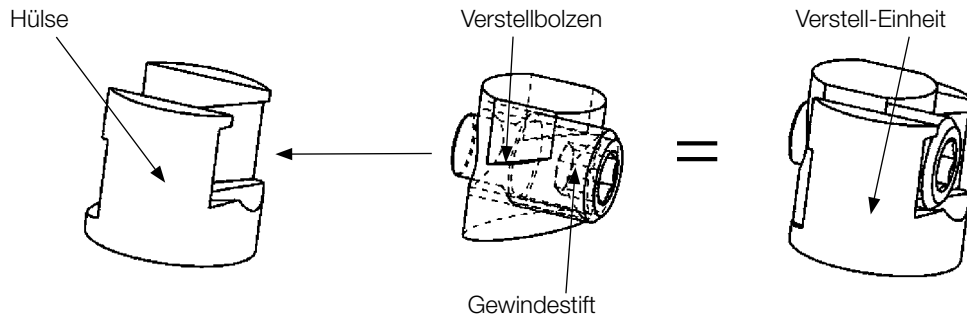

ABB. 1
- Gewindestift in den Verstell-Bolzen einschrauben (von der flachen Seite aus) und zusammen in die Hülse einschieben (**richtige Seite beachten**). (Abb. 1)